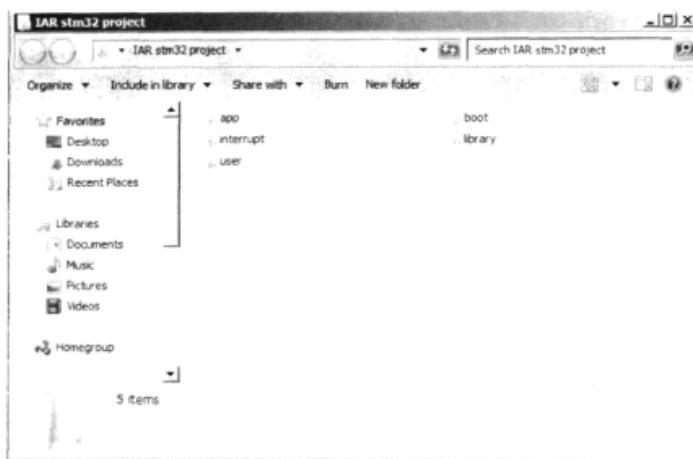

图 6.1.1 建立 IAR stm32 project 目录
① 新建一个文件夹,命名为 IAR stm32 project,并在此文件夹内建立 5 个文件夹,分别命名为 `boot`、`library`、`user`、`app`、`interrupt`,如图 6.1.1 所示。
② 解压 `stm32f10x_fw_archive.rar` 后,得到的文件夹里按照路径 “\stm32f10x_fw_archive\Archive”,找到 `um0427.rar` 并将其解压得到 `um0427` 文件夹。